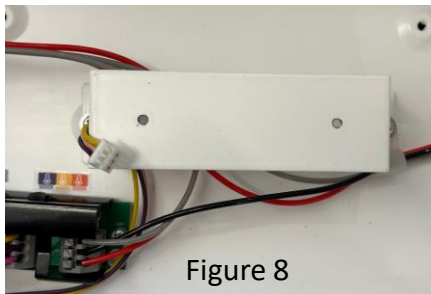

Figure 8
- Retirez le module d'objectif (B) du boîtier du luminaire (A). Localisez la plaque de montage du capteur micro-ondes et le faisceau de câbles dans la base du luminaire, situé près du alimentation du luminaire (fig. 8).